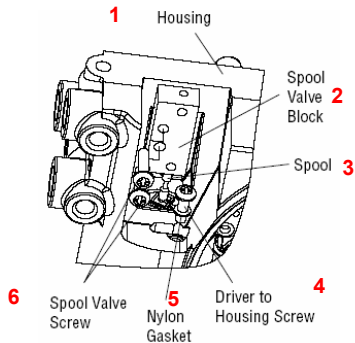

Рисунок 13. Золотник и корпус золотникового клапана
5. Снимите винт с крестообразным шлицом, которым задающий модуль крепится к основному корпусу. При этом не потеряйте нейлоновую шайбу. (рис. 13).
6. Отверните два крепежных винта с крестообразным шлицом, которыми крепится корпус золотникового клапана. Осторожно снимите корпус с золотника (рис. 13).
19. Убедитесь в наличии нейлоновой прокладки в расточке отверстия для крепежного винта задающего модуля (см. рис. 13).
26. Осторожно наденьте корпус золотникового клапана на золотник, используя обработанную поверхность корпуса как направляющую (рис. 13). Перемещайте блок к модулю до совмещения двух отверстий под крепежные винты с резьбовыми отверстиями в основании.
27. Установите два крепежных винта золотникового клапана и надежно затяните их крестообразной отверткой (см. рис. 13).
9. Установите два крепежных винта золотникового клапана и надежно затяните их крестообразной отверткой (см. рис. 13).